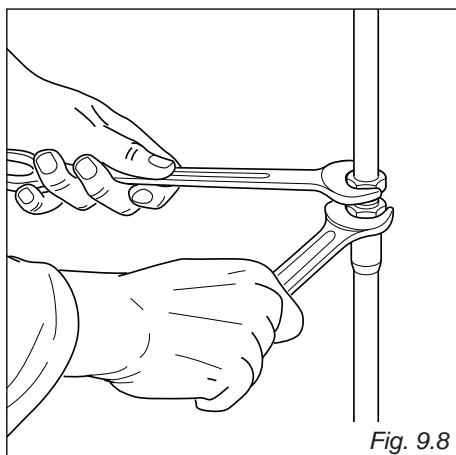

Fig. 9.8
- Pour le vissage des pièces, prenez la précaution d'utiliser 2 clefs (fig. 9.8).